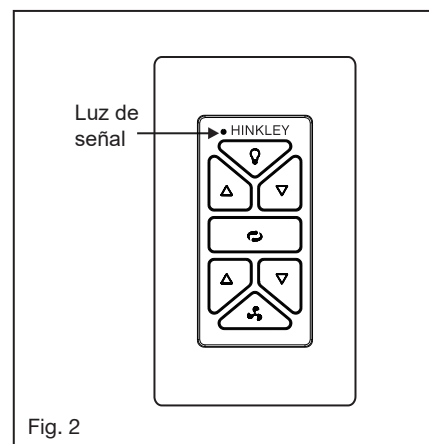

Fig. 2
- 1 Retire uno de los tres tornillos de la placa adaptadora ubicada en el motor del ventilador. Afloje los otros 2 tornillos. (No quitar) (Fig. 2)
- 2 Mientras sostiene el ensamblaje de LED debajo de su ventilador, haga las conexiones polarizadas del enchufe: (Fig. 2)
- 6 Presione este botón para apagar el ventilador. Luz de señal (Fig. 2)